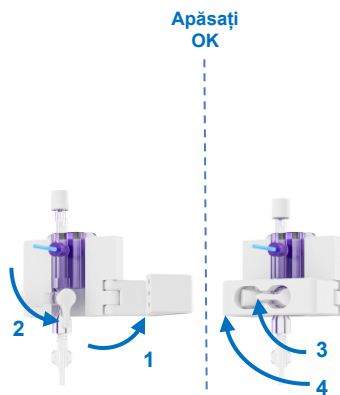

Figura 25 Aducerea la zero a senzorului de presiune
- Asigurați-vă că nu s-au acumulat bule de aer la senzorul de debit. Deschideți clema de aluminiu pentru a elibera capacul (a se vedea Figura 25). Deschideți capacul și verificați dacă există bule de aer. Eliminați orice bule de aer prin manevrarea tubului. Împingeți capacul pentru a închide senzorul.
- Deschideți consola suportului senzorului de presiune pentru a avea acces la supapa de pe senzorul de presiune (Figura 25; pasul 1). Conform instrucțiunilor de pe afișaj (a se vedea mai jos), rotiți supapa de pe senzorul de presiune în jos pentru a deschide senzorul în vederea măsurării presiunii atmosferice (pasul 2).
- În meniul unității pompei, apăsați butonul OK pentru a aduce senzorul la zero la presiunea atmosferică. Etapa de aducere la zero a presiunii va dura 8 secunde (a se vedea Figura 25).
- Rotiți supapa senzorului de presiune în poziția orizontală (a se vedea Figura 25; pasul 3) și închideți consola suportului senzorului de presiune pentru a proteja supapa de deschiderea accidentală (pasul 4). Apăsăți OK pe unitatea pompei pentru a continua.
- În cazul în care Liver Assist nu poate determina dacă senzorul de presiune este conectat în mod corespunzător la circuitul de perfuzie, verificați dacă supapa senzorului de presiune este în poziție orizontală; a se vedea Figura 25, pasul 3). Apăsați OK dacă supapa senzorului de presiune este în poziție orizontală.